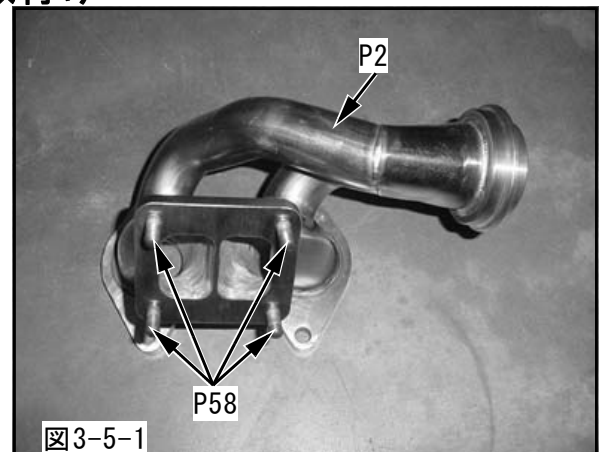

図3-5-1
(1) エキゾーストマニホールドにスタッドボルトM10 10-6-20を取付けてください。(図3-5-1)